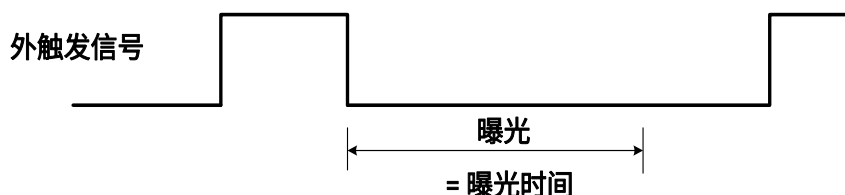

图 8-21 下降沿触发定时曝光模式时序图
- 如果启用下降沿触发，曝光会在触发信号下降时开始，一直持续到曝光时间结束，如图 8-21 所示